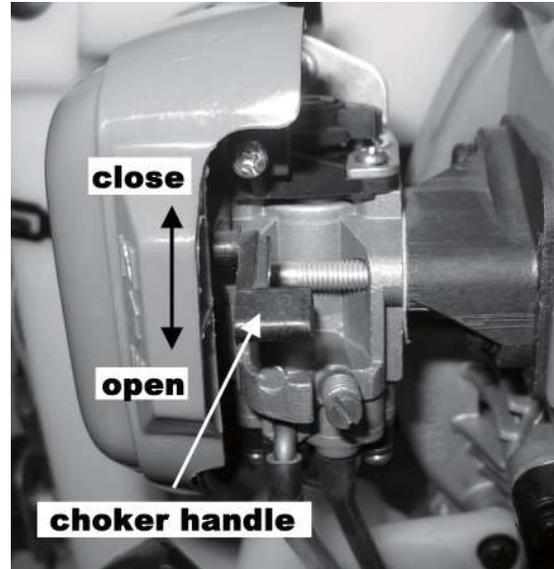

Figura 4
5.2.4 Regule la gargantilla (ver Figura 4) para que cierre la posición en invierno y en el primer momento para que esté completamente abierta cuando el motor esté caliente.